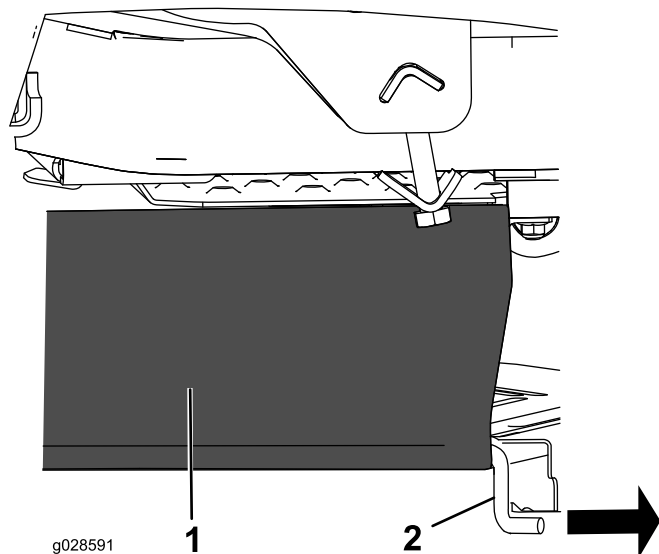

図 13
1. 既存のサポートロッドをデッキカーテン 図 13 の中から抜き出す。バガーなしで使用する